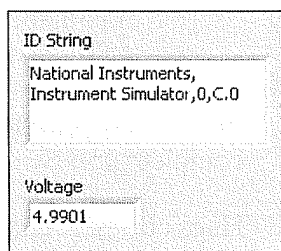

Figura 9-21. Ventana del panel frontal del VI Serial IIOA Read B
8. Abra la ventana del panel frontal. La ventana del panel frontal debe ser similar a la de la figura 9-21. Tras ejecutar el VI, los indicadores se rellenan con los datos.